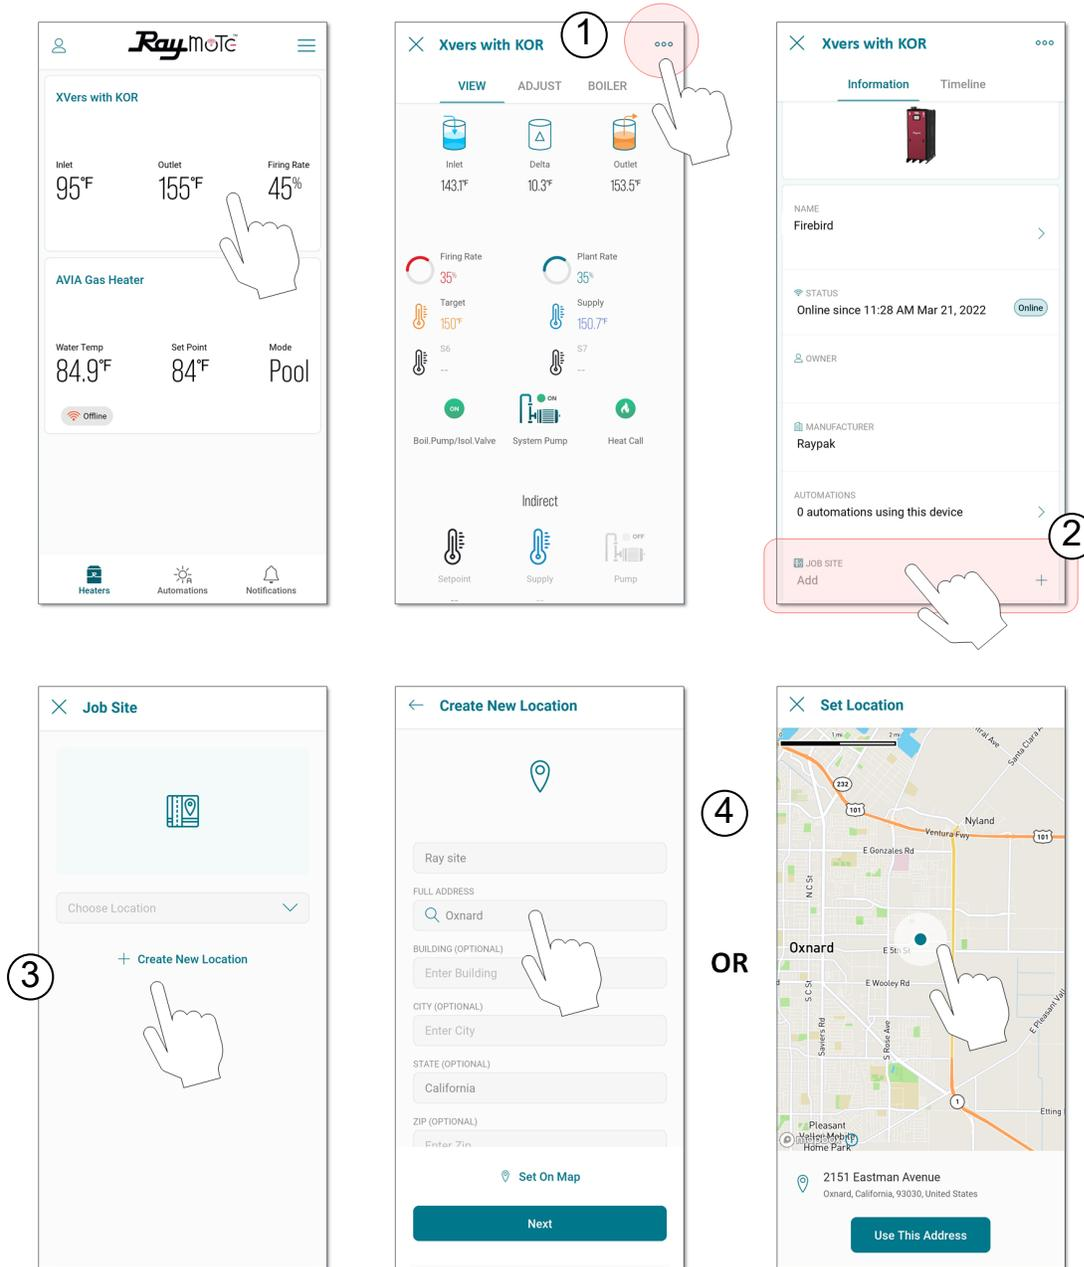

Figure 53. Nouvel emplacement depuis l'appli mobile
1. Depuis l'onglet View, cliquez sur l'icône des (...) dans le coin supérieur droit, voir **Figure 53**.